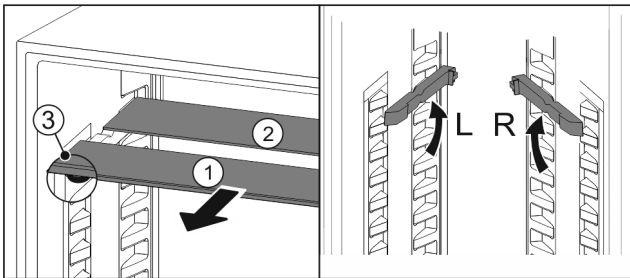

Fig. 81
- Glasplatten einzeln nach vorne herausziehen Fig. 81 (1).
- ▷ Glasplatte Fig. 81 (1) mit Zierleiste liegt vorne.
- ▷ Stopps Fig. 81 (3) zeigen nach unten.